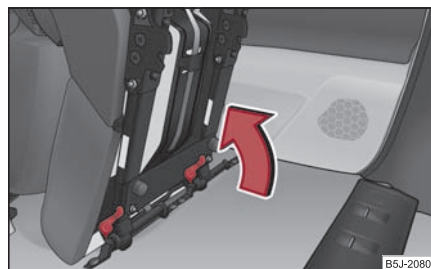

Fig. 71 Verrouillage du siège
- Verrouillez le siège à l'extrémité du guidage ⇒ **fig. 71**. ■
- Si le siège est déposé, installez-le d'abord sur le guidage et verrouillez le siège ⇒ page 70, fig. 71. Assurez-vous que le siège est correctement verrouillé en le tirant vers le haut.